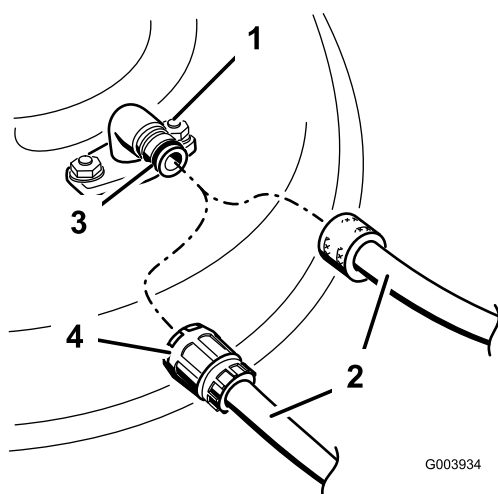

Figure 61
3. Branchez le raccord du flexible au raccord de lavage du tablier de coupe et ouvrez l'eau en grand (Figure 61).